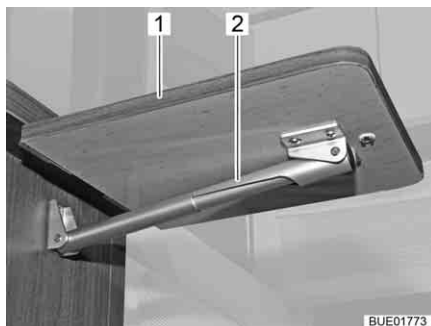

Fig. 137 Table pliante/surface de travail, dépliée
- Détacher la table pliante/surface de travail (Fig. 137,1) d'une légère traction de la fixation magnétique.
- Faire basculer le plateau de table vers le haut jusqu'à ce que la fixation du support télescopique (Fig. 137,2) ait prise.